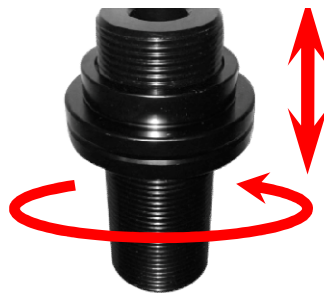

Рис. 3
- Необходимая высота держателя матриц регулируется при помощи вращения гайки (рисунок 3).